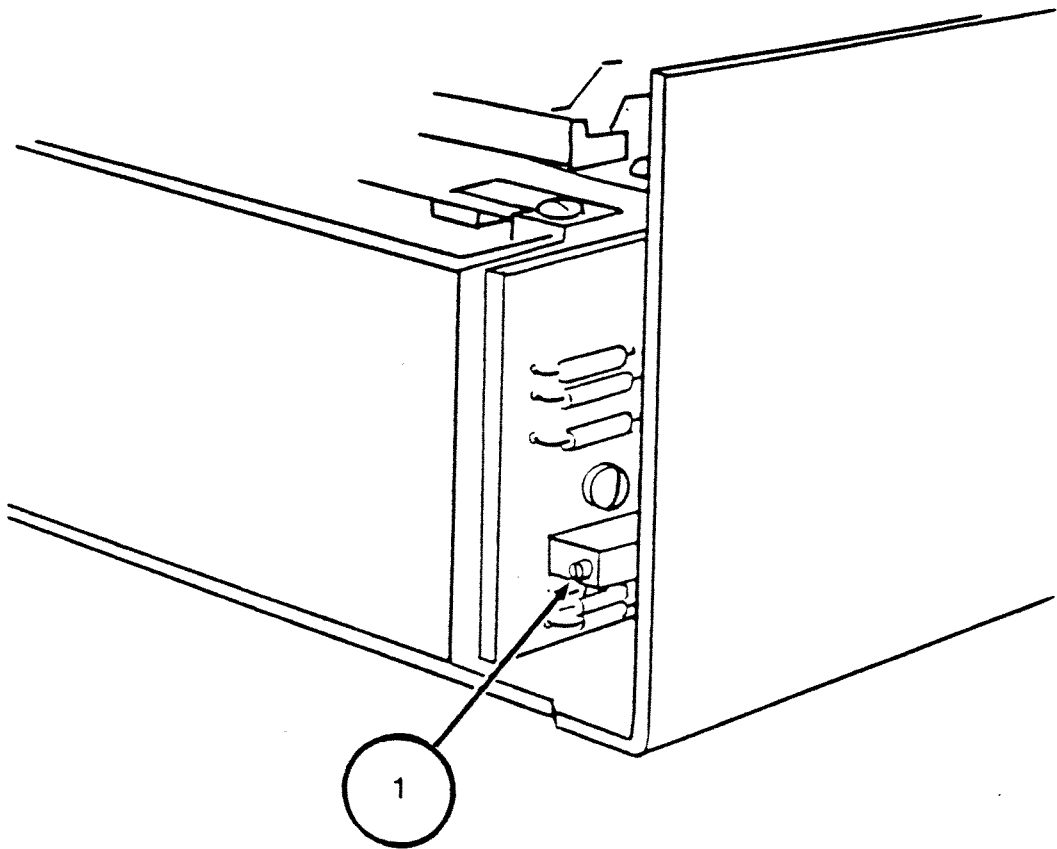

ABBILDUNG 11
8. Sehen Sie sich den Laufwerkmechanismus an der Rückseite an. Suchen Sie die hochkant eingesetzte Motorsteuerkarte und das kleine, graue Wendelpotentiometer mit einer Justierschraube auf der Seite (Abbildung 11,#1).